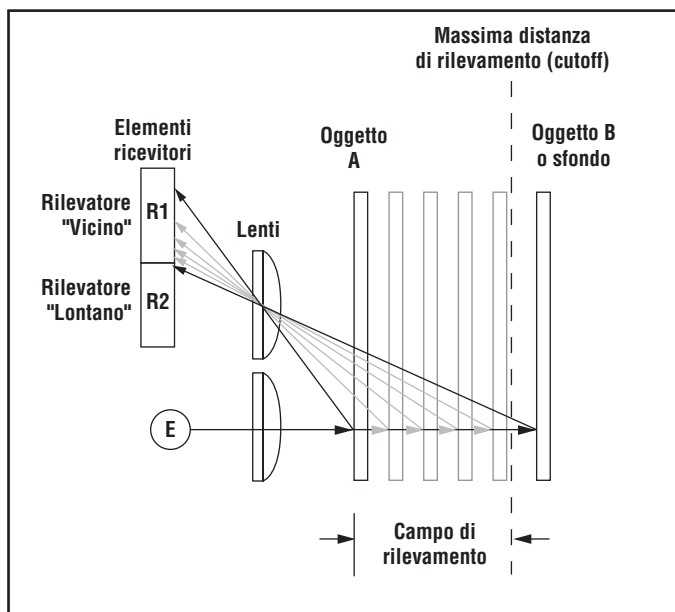

Figura 2. Sistema a campo regolabile
Durante il funzionamento, il Q60AF confronta la luce del raggio emesso (E) riflessa dall'oggetto verso i due rilevatori orientati in modo diverso R1 e R2 (vedi Figura 2). Se il segnale luminoso ricevuto dal rilevatore "Vicino" (R1) è più forte di quello "Lontano" (R2) (vedi oggetto A, più vicino del punto di cutoff), il sensore reagisce alla presenza dell'oggetto. Se, viceversa, il rilevatore "Lontano" (R2) riceve un segnale più forte rispetto all'altro (R1) (vedi oggetto B, oggetto situato oltre il punto di cutoff), il sensore ignora l'oggetto.